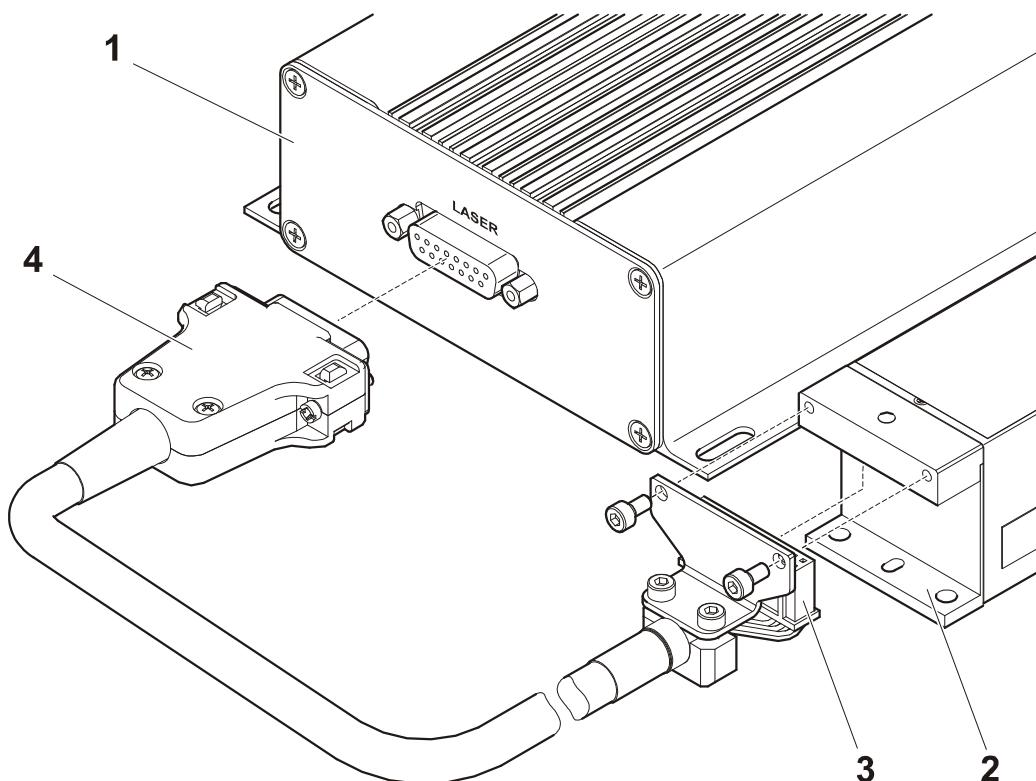

Abb. 8 Lasermodul anschließen
- Schließen Sie das Anschlusskabel mit der 24-poligen Buchsenleiste (Abb. 8/3) an der Stifteleiste des Lasermoduls (Abb. 8/2) an.
- Schließen Sie die andere Seite des Anschlusskabels mit dem 15-poligen Sub-D-Stecker (Abb. 8/4) an der Sub-D-Buchse **LASER** des Steuergerätes (Abb. 8/1) an.